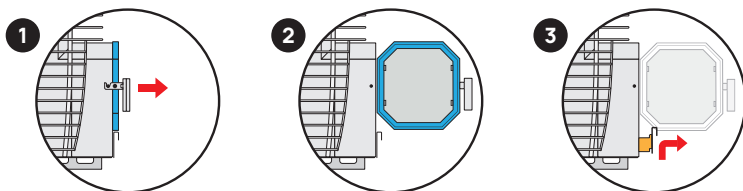

Figura 15. Rimozione del cassetto cenere dell'HIVE Flow.
- Per estrarre il cassetto cenere per svuotarlo, aprire la porta del focolare, sollevare leggermente il cassetto cenere e quindi estrarlo (il cassetto cenere è dotato di un limitatore di sicurezza che ne impedisce l'eccessiva apertura durante il riscaldamento). Vedere **Figura 15**.